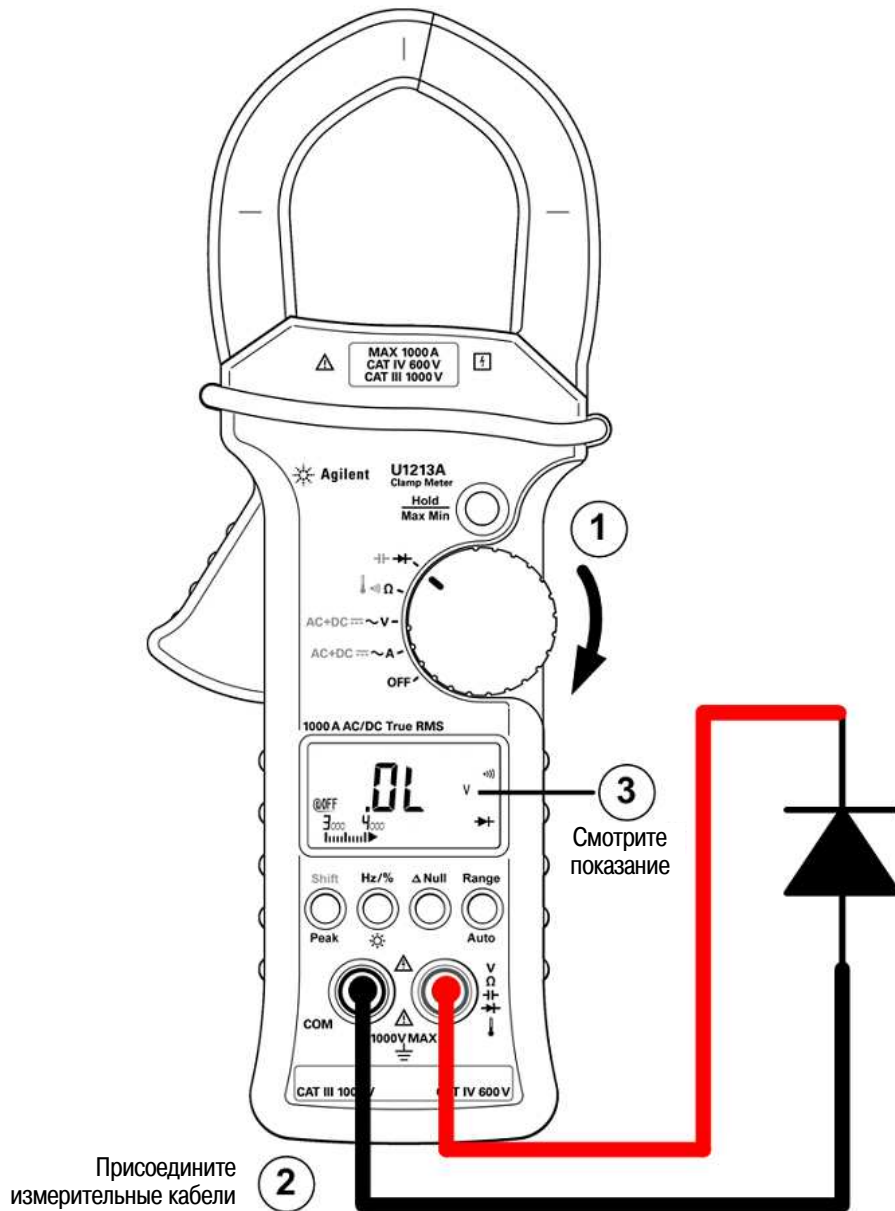

Рис. 2-6 Проверка диода при обратном смещении
4. Поменяйте пробники местами, как показано на рис. 2-6, и снова измерьте напряжение на диоде. Определите состояние диода согласно следующим указаниям: